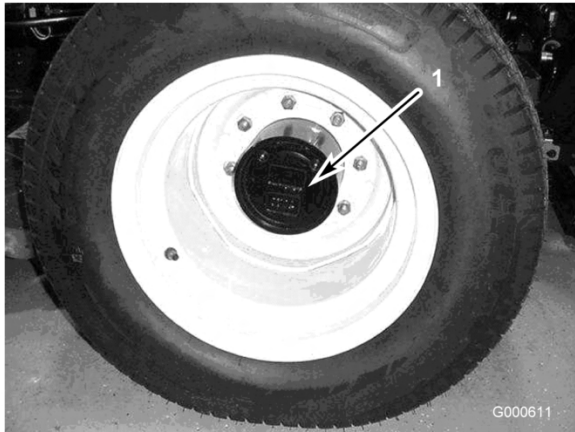

Figura 45
1. Con la macchina parcheggiata su una superficie piana, posizionate la ruota in modo che il tappo di controllo/riempimento (Figura 45) si trovi nella posizione inferiore (ore sei).